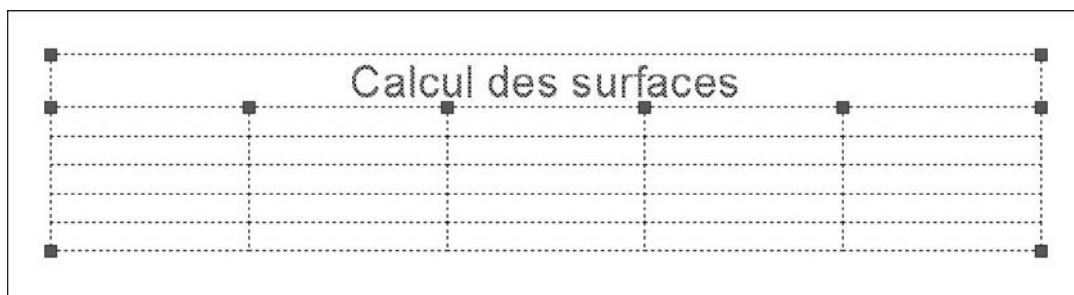

Fig.12.15
- 1 Cliquer sur une ligne de grille pour sélectionner le tableau (fig.12.15).